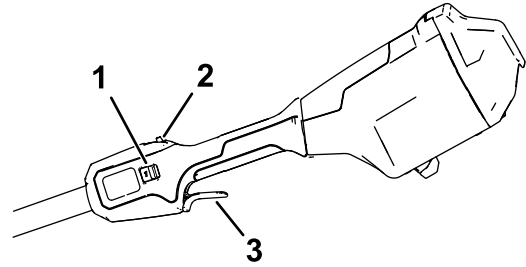

Рисунок 8
5. Для запуска машины надавите на предохранитель пускового механизма, а затем нажмите на пусковой рычажок (Рисунок 8).